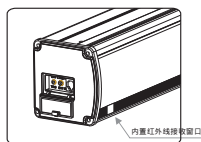

图43
1. 当内置红外线接收窗口没有被任何物体遮挡时, 您可以使用内置红外线遥控控制银幕的上升、停止、下降 (如图43)。